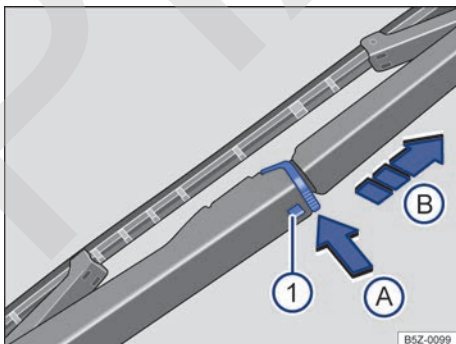

Fig. 138 Sustituir la escobilla del limpiaventa.
- Mantenga pulsada la tecla de desbloqueo → fig. 138 ①.
- Presionar el bloqueo de la escobilla del limpialuneta → fig. 138 en el sentido de la flecha ①.
- Tire de la escobilla del limpialuneta → fig. 138 en el sentido de la flecha ②.
- Introduzca la nueva escobilla del limpialuneta **del mismo tamaño y modelo** en el brazo del limpialuneta en el sentido contrario a la flecha → fig. 138 ② hasta que encaje.